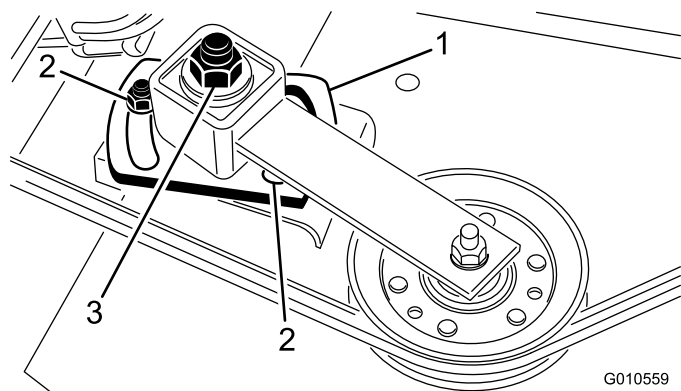

図 30
5. ソケットとトルクレンチを使用して、アイドラ調整ナットを 35-40 ft-lb (47-54 N-m = 4.8-5.5 kg.m) にトルク締めする（図 30）。